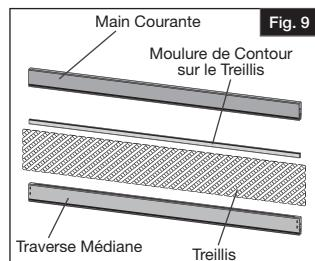

Fig. 9
- a. Placer la moulure de contour sur le treillis (Fig. 9).